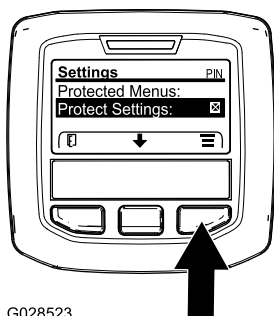

Figura 14
- Desde el menú PRINCIPAL, utilice el botón central para desplazarse hacia abajo hasta el menú CONFIGURACIÓN y pulse el botón derecho (Figura 14).